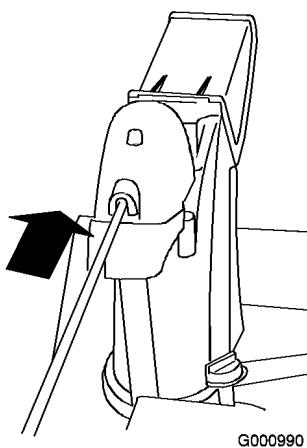

Figura 10
4. Inserite l'estremità anteriore dell'asta nell'apertura sul retro del coperchio ingranaggi del cammino di scarico, finché non s'inserisce negli ingranaggi (Figura 10).